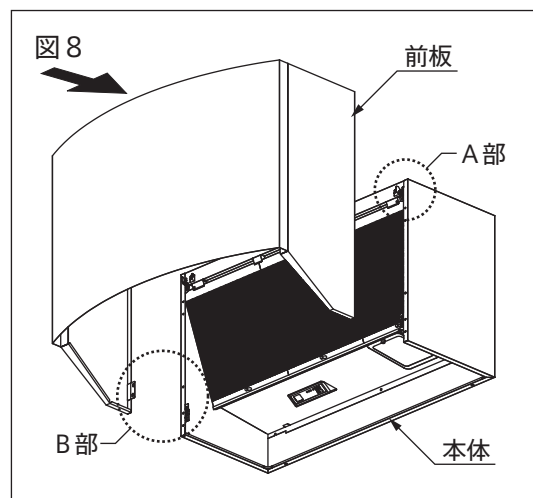

図9 A部詳細図
- (1) 前板を本体の本体フックに引っ掛けてから、前板を押し上げて、本体ツメに前板を差し込んでください。(図9)